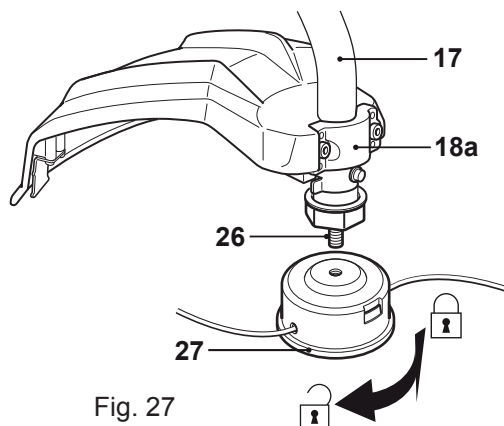

Fig. 27
- > Le capot de protection [18] comporte une lame [19] servant à trancher le fil de coupe [28] en cas de besoin (fig. 27).